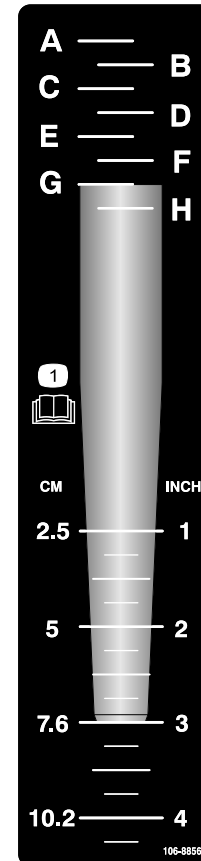

Figura 23
1. Coloque el taladro deseado sobre la pegatina de profundidad, alineando la punta del taladro con la profundidad de aireación deseada, como se muestra en la Figura 23.
2. Determine la letra que está alineada con el extremo de montaje del taladro (Figura 23). Ajuste el control de profundidad a la letra correspondiente de la pegatina.